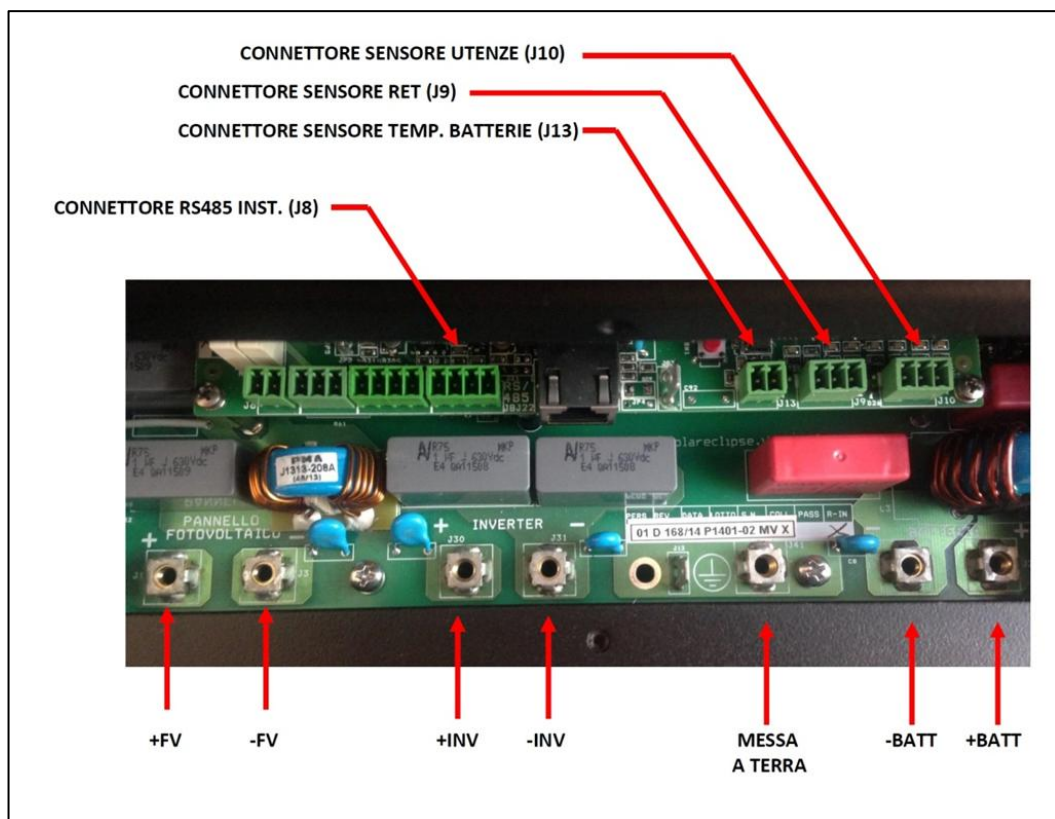

Figura 7 – Cablaggio scheda Solar Eclipse
- Collegare i cavi dei moduli fotovoltaici alla scheda (vedi Figura 7)
- Verificare che il sezionatore batterie sia aperto (vedi Figura 7)
- Collegare i cavi del pacco batteria sulla scheda di Solar Eclipse (vedi Figura 7)
- Collegare i cavi inverter alla scheda (vedi Figura 7)
- Collegare il connettore del sensore rete alla scheda di Solar Eclipse (vedi Figura 7)
Collegare il cavo interfaccia USB/RS485 al pc e al Solar Eclipse vedi Figura 7 assicurandosi che il Solar Eclipse sia in stato di blocco (spia LED a sinistra lampeggiante).